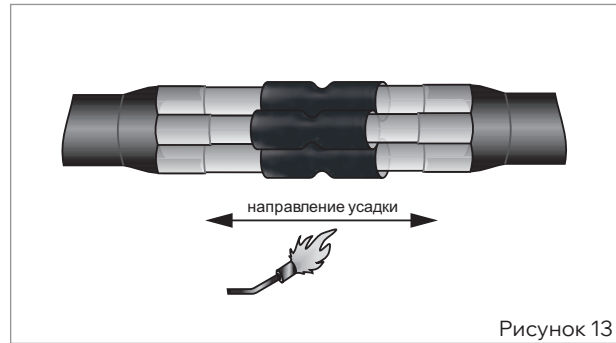

Рисунок 13
■ Надвинуть на каждую гильзу трубку для изолирования гильзы. Установить их по центру гильзы и усадить, начиная с середины и далее в направлении торцов. После усадки по торцам трубки должен быть виден расплавленный клей (рис. 13).